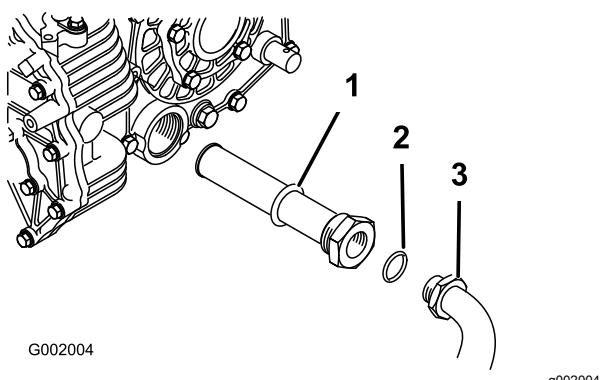

Figure 51
5. Déposez le flexible hydraulique et le raccord à 90° (Figure 51).